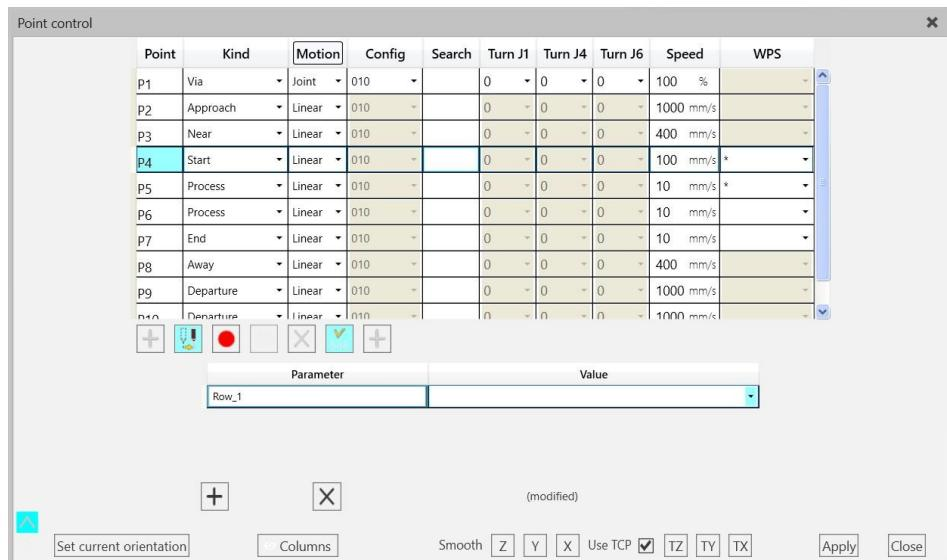

Рисунок 51 – Редактор параметров WPS view
- Редактировать (добавлять/удалять/модифицировать) параметры в этом представлении (рис.51).